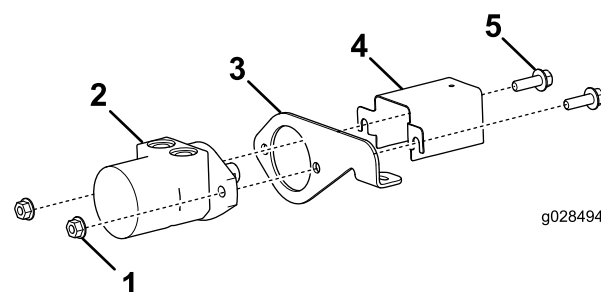

図 1
- 図1のように、油圧モータにシャフトガードとモータブラケットを取り付けるフランジヘッドボルト 1/2 x 1-1/2 インチ 2本とフランジナット 1/2 インチ 2個を使用する。